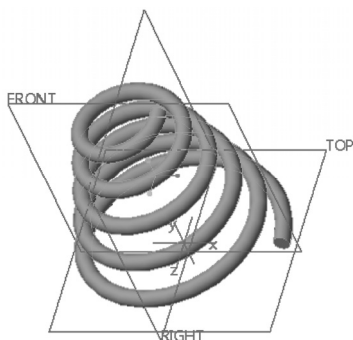

图 4-129 创建恒定螺距的螺旋扫描特征
7) 在“螺旋扫描”选项卡中单击 (完成) 按钮。完成的恒定螺距的螺旋扫描特征如图 4-129 所示 (可按 <Ctrl+D> 快捷键以默认的标准方向视角来显示效果)。